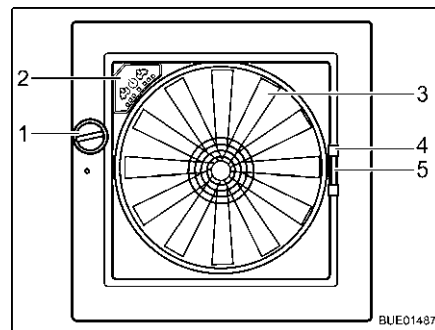

Fig. 85 Lanterneau Omni-Vent
- Tourner le bouton rotatif (Fig. 85,1) jusqu'à ce que l'angle d'ouverture désiré soit atteint.
- Tourner le bouton rotatif (Fig. 85,1) jusqu'à ce que le lanterneau soit entièrement fermé.
- Tirer la moustiquaire par la poignée (Fig. 85,4) vers le côté de cadre opposé.
- Presser la poignée (Fig. 85,5) du dispositif occultant.
**Ventilateur** Quand le lanterneau est ouvert, l'espace intérieur peut être ventilé et aéré avec un ventilateur à 6 niveaux de puissance (Fig. 85,3). La commande du ventilateur s'effectue sur son panneau de commande (Fig. 85,2).